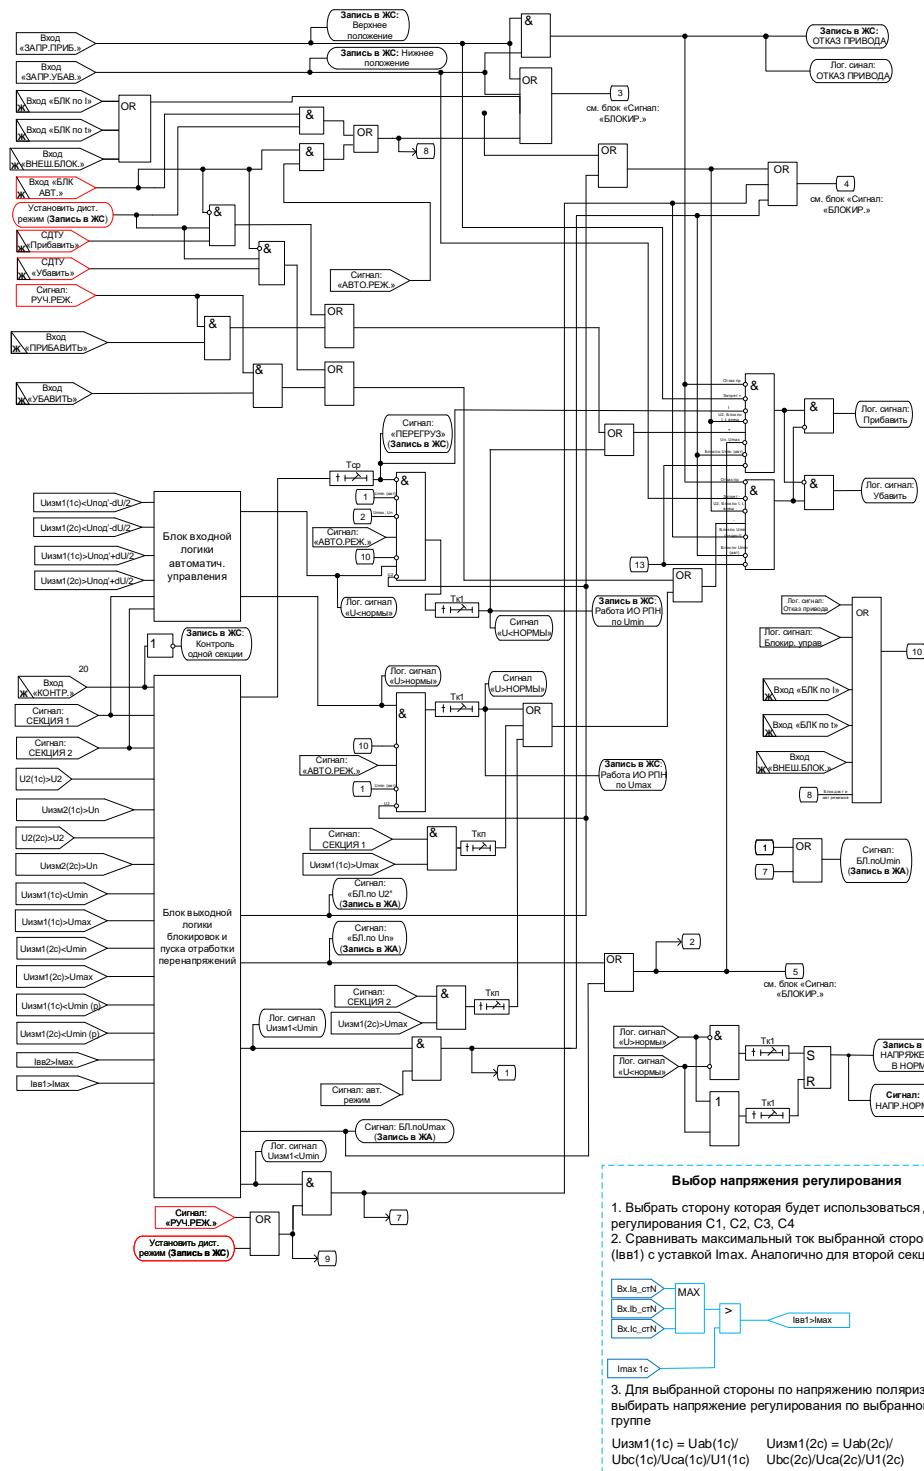
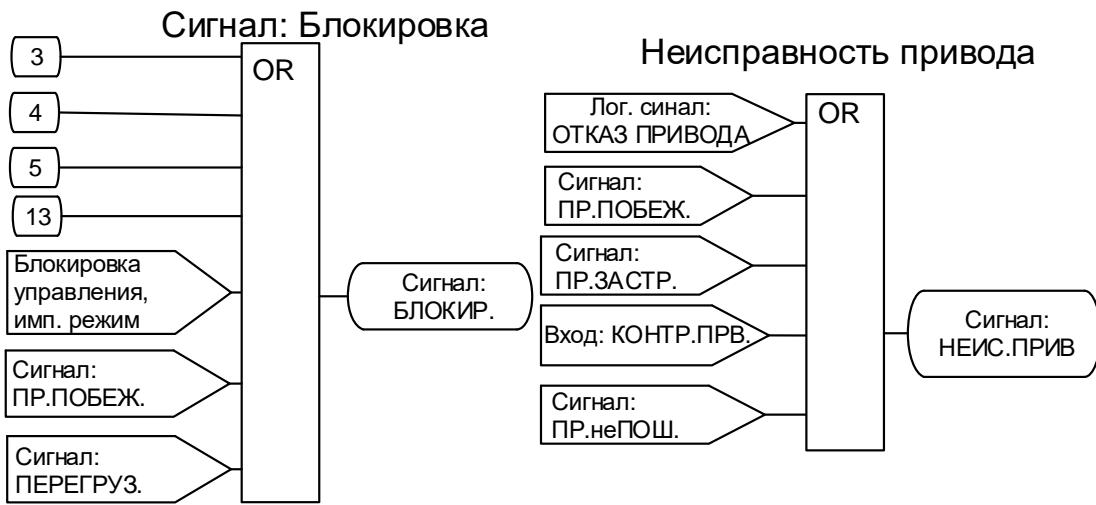

Рисунок 6.90 – Логика формирования сигналов управления
Рисунок 6.97 – Логика формирования сигналов «блокировка» и сигнала «неисправность привода»
Блокировки. Наличие любого сигнала внешней блокировки («ВНЕШ. БЛОК.», «БЛК по I», «БЛК по t») запрещает формирование команд «ПРИБАВИТЬ» и «УБАВИТЬ» (см. рис. 6.90), формируется сигнал «БЛОКИР.» (см. рис. 6.97). При снятии сигналов внешней блокировки пропадает сигнал «БЛОКИР.», разрешается регулирование.
Если обнаружен сигнал от нижнего концевого выключателя (на входе «ЗАПР.УБАВ»), то запрещается выдача команды «УБАВИТЬ», формируется сигнал «БЛОКИР.» (см. рис. 6.97). При снятии сигнала от концевого выключателя снимается сигнал «БЛОКИР.».
Если обнаружен сигнал от верхнего концевого выключателя (на входе «ЗАПР.ПРИБ»), то запрещается выдача команды «ПРИБАВИТЬ» (см. рис. 6.90), формируется сигнал «БЛОКИР.» (см. рис. 6.97). При снятии сигнала от концевого выключателя снимается сигнал «БЛОКИР.».
При одновременном наличии сигналов на дискретных входах «ЗАПР.ПРИБ» и «ЗАПР.УБАВ» регулировка напряжения полностью запрещается, формируются сигналы «БЛОКИР.», запись в ЖС «Отказ привода», «СИГН.РПН». Регулятор деблокируется, когда будут сняты оба сигнала (см. рис. 6.90; 6.96; 6.97).
Внутренняя блокировка по току. Если в регулируемой секции ток ввода $I_{Bb} > I_{max}$, то через время контроля перегрузки по току T_{cr} запрещается выдача команды «ПРИБАВИТЬ», формируется сигнал «БЛОКИР.», формируются длительный сигнал «ПЕРЕГРУЗ» и импульсный сигнал «СИГН.РПН» (см. рис. 6.90). Сигналы «БЛОКИР.» и «ПЕРЕГРУЗ» сбрасываются, когда ток уменьшается ниже 0,95 I_{max} . Ток I_{Bb} - максимальный фазный ток регулируемой секции.
Внутренняя блокировка по U_2 предназначена для блокировки управления РПН при перегорании предохранителя в цепях ТН. Если в регулируемой секции напряжение U_2 превышает уставку, то регулирование запрещается, формируется сигнал «БЛОКИР.» (см. рис. 6.90 и 6.97). При снижении напряжения ниже 98% порогового значения пропадает сигнал «БЛОКИР.», разрешается регулирование.
Работа при достижении U_{min} . Если в регулируемой секции в автоматическом режиме управления действующее значение напряжения меньше U_{min} , то запрещается регулирование, формируется длительный сигнал «БЛОКИР.» и импульсный сигнал «СИГН.РПН» (см. рис. 6.90; 6.96 и 6.97). При повышении напряжения выше 1,02 U_{min} сбрасывается сигнал «БЛОКИР.», разрешается регулирование.
В ручном или дистанционном режимах управления при снижении действующего напряжения регулируемой секции меньше U_{min} ($p+d$), запрещается формирование команды «УБАВИТЬ», формируется длительный сигнал «БЛОКИР.» и импульсный сигнал «СИГН.РПН» (см. рис. 6.90; 6.96 и 6.97). При повышении напряжения выше 1,02 U_{min} ($p+d$) сбрасывается сигнал «БЛОКИР.», разрешается формирование команды «УБАВИТЬ».
- запрещается выдача команды «ПРИБАВИТЬ», формируется длительные сигналы «БЛОКИР.» и «СИГН.РПН» (см. рис. 6.90; 6.96 и 6.97);
Контроль двух секций. Если контролируются обе секции (установлен сигнал «КОНТР.») и обнаружено превышение условия в любой из двух секций («ПЕРЕГРУЗ»), то формируются длительные сигналы «БЛОКИР.» и «СИГН.РПН» и блокируется выдача соответствующей команды управления (см. рис. 6.90; 6.96 и 6.97).
то запускается таймер Tk1 (задержка формирования первичной команды на управление приводом). Спустя время Tk1 формируется сигнал «U<НОРМЫ» и запускается логика формирования сигнала «ПРИБАВИТЬ» (см. рис. 6.90).
Программа понижения напряжения. Если выполняется условие (6.5), то запускается таймер Tk1 (задержка формирования первичной команды на управление приводом). Спустя время Tk1 формируется сигнал «U>НОРМЫ» и запускается логика формирования сигнала «УБАВИТЬ» (см. рис. 6.90).